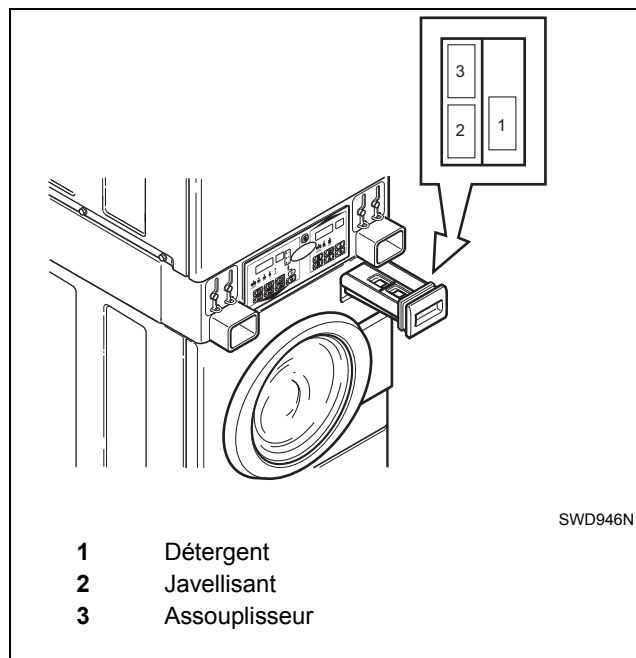

Figure 33
Ouvrir le tiroir distributeur Mesurer et verser de la lessive peu moussante mais très efficace (1), le javellisant (2) et l'assouplisseur (3) dans le tiroir distributeur (consulter *Figure 33*). Fermer le tiroir distributeur